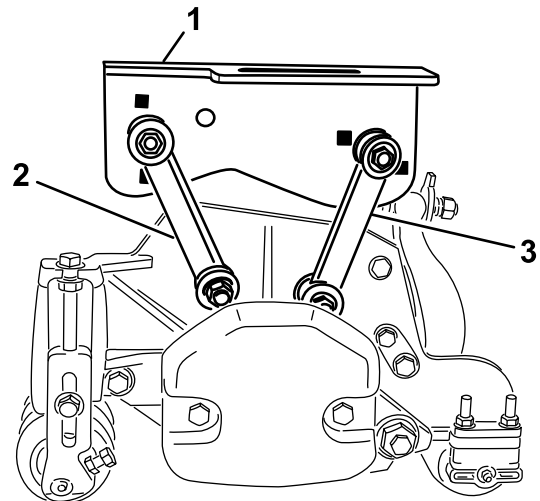

Figura 17
- Fixe as ligações de montagem à estrutura de suporte com um parafuso (3/8 x 2-1/4 pol.), 2 anilhas de cabeça chata e uma porca de bloqueio, como se mostra em Figura 17. Posicione uma anilha em cada lado da ligação quando estiver a montar. Aperte os parafusos com 42 Nm.
- Fixe as ligações de montagem traseiras à estrutura de suporte com um parafuso (3/8 x 2-1/4 pol.), 2 anilhas de cabeça chata e uma porca de bloqueio, como se mostra em Figura 17. Posicione uma anilha em cada lado da ligação quando estiver a montar. Aperte os parafusos com 42 Nm.